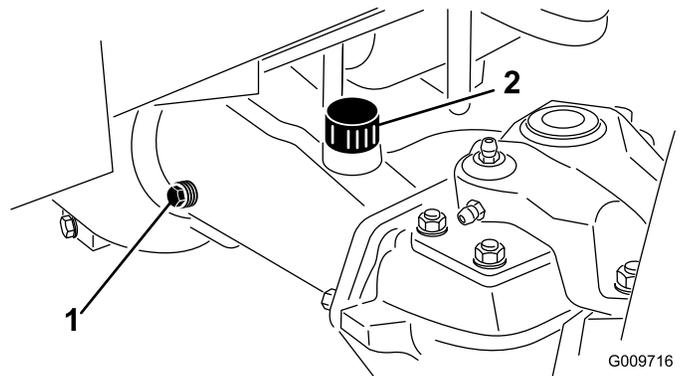

Figura 74
2. Retire o tampão de verificação que se encontra numa das extremidades do eixo (Figura 74) e certifique-se de que existe lubrificante até ao fundo do orifício.
3. Se o nível estiver baixo, retire o tampão de enchimento (Figura 74) e adicione lubrificante suficiente para o nível de lubrificante subir até ao fundo do orifício do tampão de verificação.